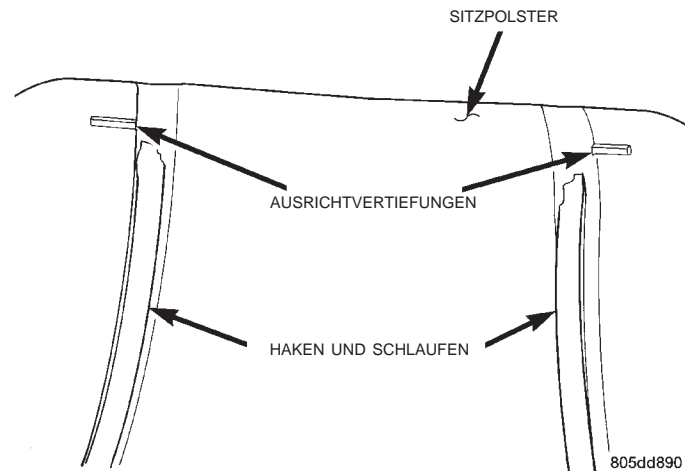

Abb. 7 Ausrichtvertiefungen des Sitzpolsters
- (1) Sitzbezug am Sitzpolster ansetzen.
- (2) Sitzpolster auf die Ausrichtvertiefung des Sitzpolsters ausrichten (Abb. 7).
- (3) Je nach Ausstattung, den Steckverbinder des Sitzpolster-Heizelements anschließen.
- (4) Je nach Ausstattung, die Schalter für die Sitzverstellung durch die Zugangsöffnung seitlich außen am Sitzpolster verlegen.
- (5) Das J-Halteband einsetzen, mit dem der Sitzbezug vorn am Sitzpolsterrahmen befestigt ist.
- (6) Hakenringe einrasten, mit denen der Sitzbezug hinten am Sitzpolsterrahmen befestigt ist.
- (7) Halteclips einrasten, mit denen der Sitzbezug an jeder Seite des Sitzpolsterrahmens befestigt ist.
- (8) Befestigungsschrauben ansetzen und festziehen, mit denen die Schalter für die Sitzverstellung an der Sitzverkleidung befestigt sind.
- (9) Rückenlehne einbauen.
- (10) Schalterknöpfe auf die Schalter für die Sitzverstellung aufsetzen und aufdrücken.
- (11) Sitz einbauen.